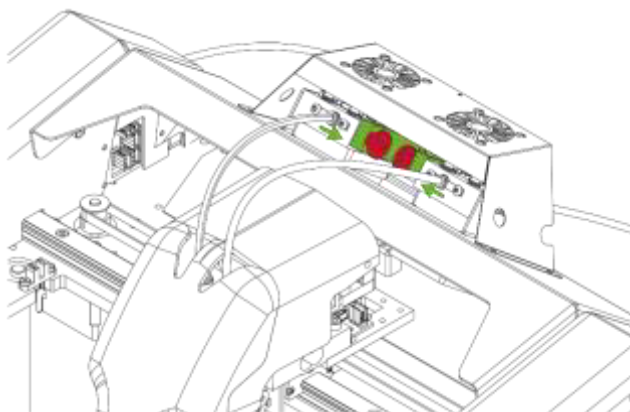

Рис. 39 Ослабление зажима экструдера
- а) ослабить накатные гайки (рис. 39, красный цвет),
- б) вытянуть зажим экструдера (рис. 39, зеленый цвет).
4. Затянуть накатные гайки (рис. 39, красный цвет).
7. Затянуть накатные гайки (рис. 39, красный цвет).